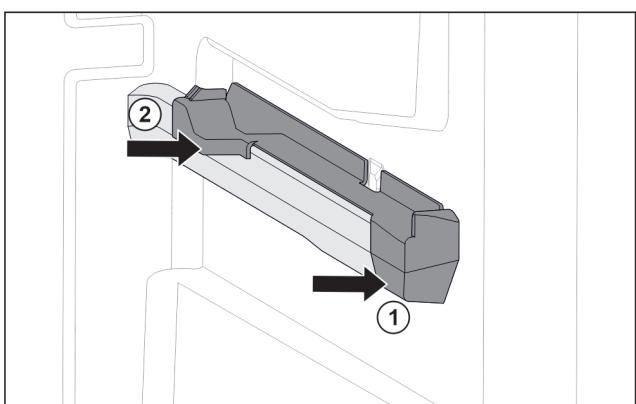

Fig. 150 Aufsteckteil auf der rechten Behälterrippe
- Aufsteckteil vorn an Behälterrippe ansetzen. Fig. 150 (1)
- Aufsteckteil hinten andrücken. Fig. 150 (2)